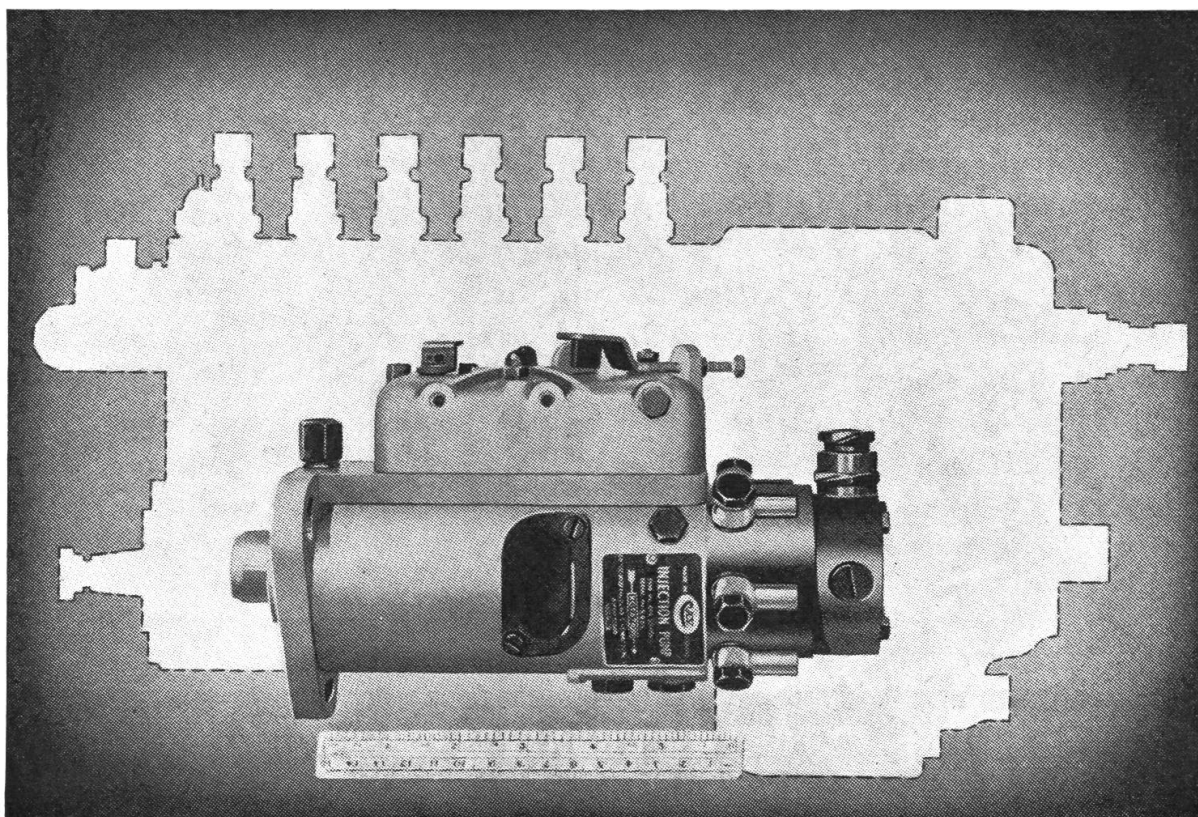

Abb. 1: Grössenverhältnis zur bisher üblichen Kolbeneinspritzpumpe, für die gleiche Motorleistung.
1. für die gleiche Motorleistung ist die Bauart wesentlich kleiner (Abb. 1);